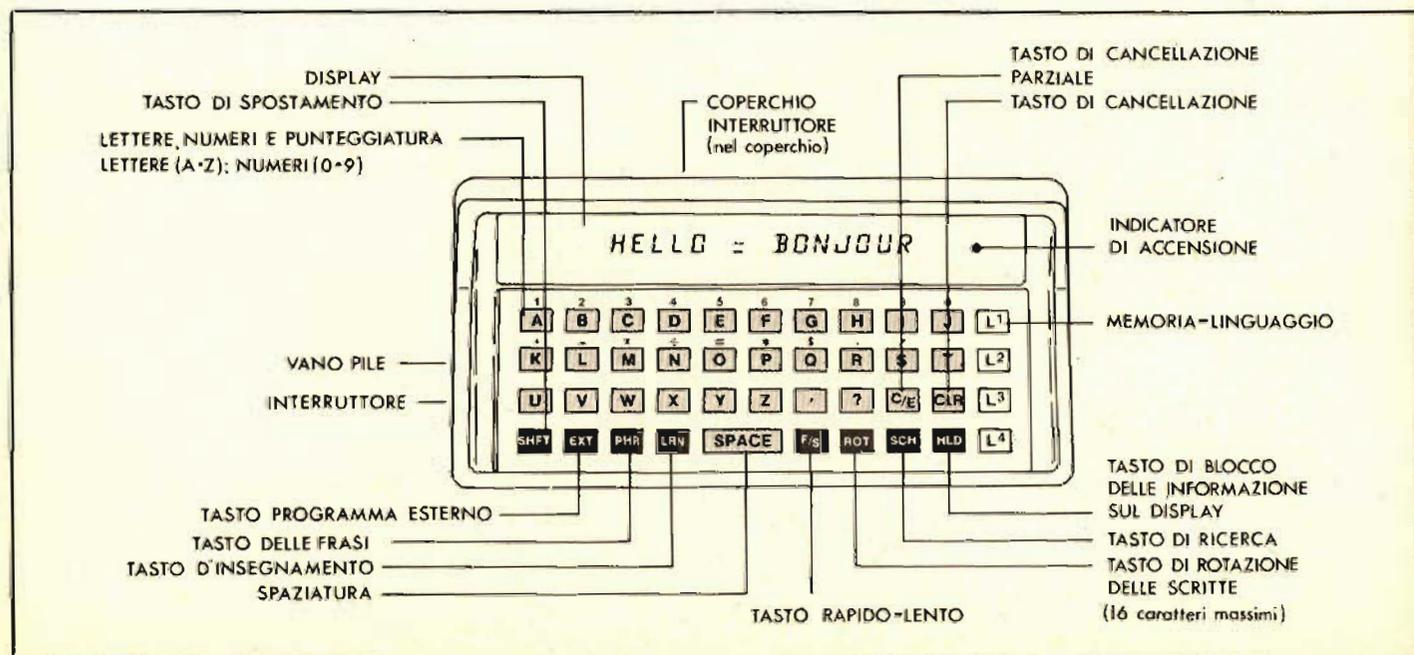

Fig. 1 - Controlli della macchina.
**Fig. 1 - Schema di inserimento di un cinescopio A 31-120 W avente una corrente di filamento di 0,075 A al posto di un TRC della Matsushita tipo 310 EDB4 riscaldato con una corrente di 0,45 A. Il fusibile inserito in serie al filamento del tubo serve a proteggerlo in caso di interruzione della resistenza di shunt.**
L'intervento è schematicamente rappresentato in fig. 1. Siamo certi che seguendo lo stesso metodo anche se adattato caso per caso, si potranno sostituire anche cinescopi di altre dimensioni e caratteristiche. È importante, prima di accingersi ad operare la sostituzione, procurarsi lo schema elettrico del televisore allo scopo di poter individuare con esattezza i dati elettrici del tubo da sostituire.